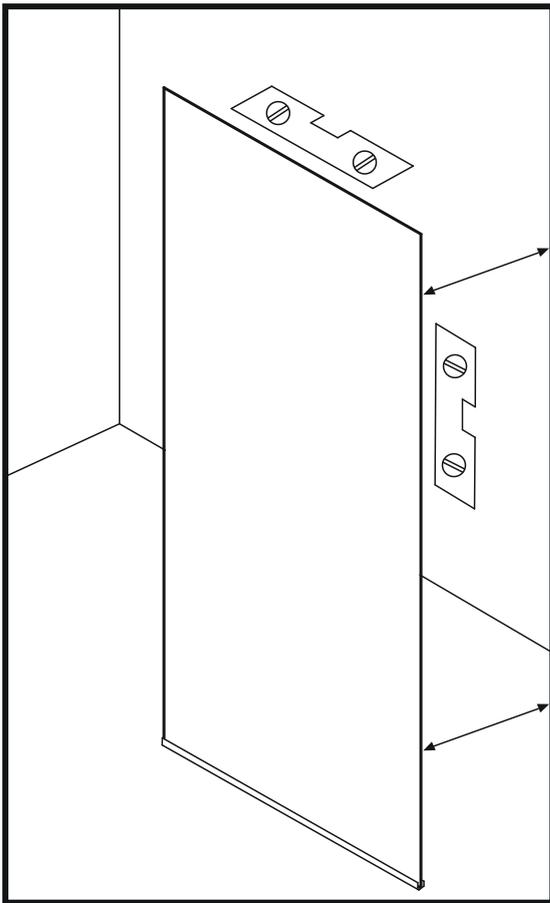

Abbildung 4
11. Montieren Sie die Teleskoprohre mit der Wand im rechten Winkel. Nutzen Sie eine Wasserwaage, um sicherzustellen, dass sich das Glas in der richtigen Position befindet. (Abbildung 4)